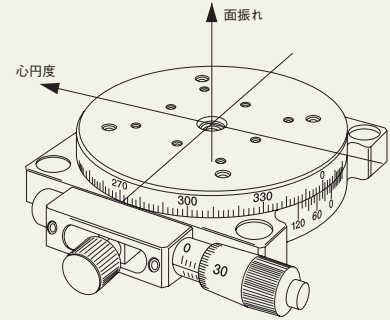

図4
⑤心円度【図4】[JIS B 6191-1993,B 6194-1997 準拠]
⑥面振れ【図4】[JIS B 6191-1993 準拠]